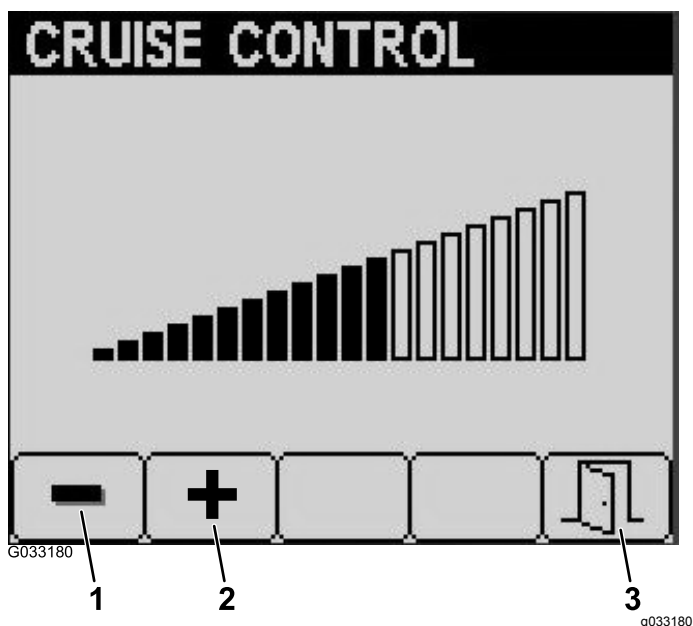

Figura 29
4. En la pantalla Control de crucero, pulse el botón 1 para reducir la velocidad del control de crucero, o el botón 2 para aumentar la velocidad del control de crucero (Figura 29).
5. Cuando haya ajustado el control de crucero a la velocidad deseada, pulse el botón 5 para salir (Figura 29).